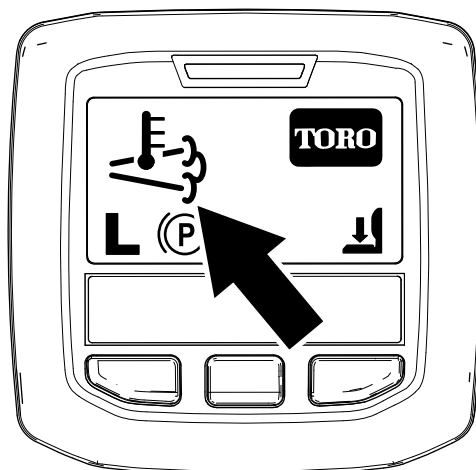

図 45
- インフォセンターには、 排気高温アイコンが表示されます 図 45。